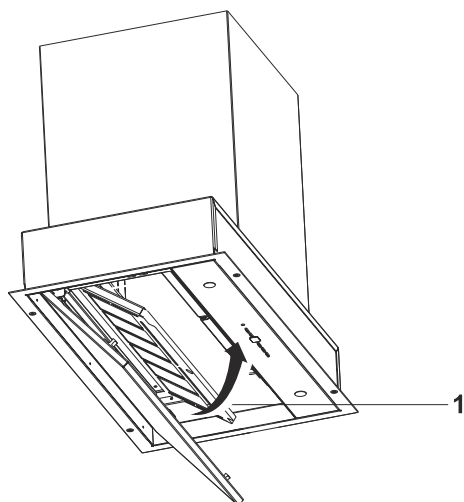

Fig. 8
**3.** ► Placera kolfilterkudden i aluminiumplattan som är monterad i fläkten (Fig. 8).